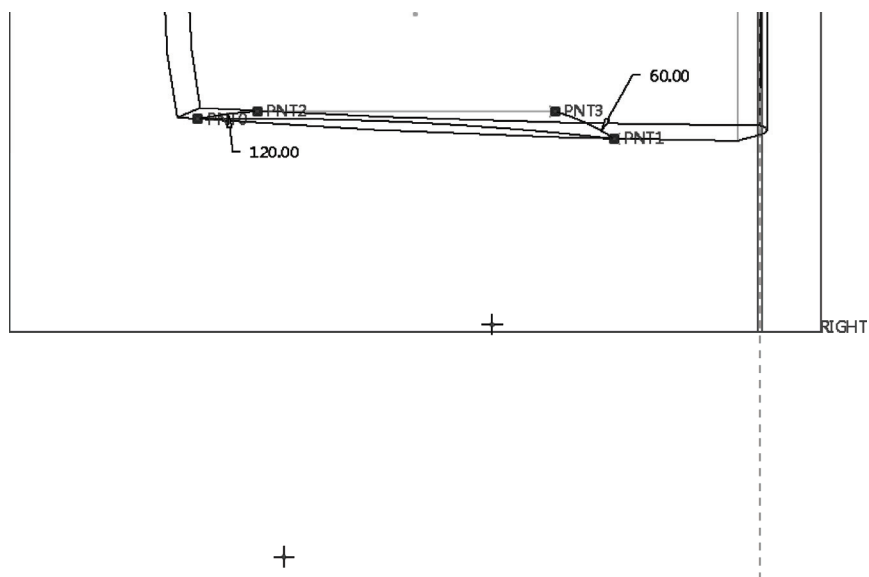

图 12-100 绘制两段圆弧（草绘 5）
- 4) 绘制图 12-100 所示的圆弧, 注意圆弧的相关端点与相应的基准点重合。